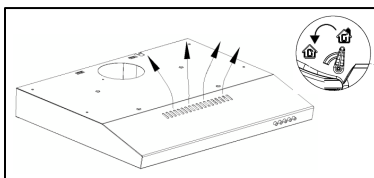

Fig. 6.1
- Untuk **mode resirkulasi**, pasang penutup outlet, geser saklar ke posisi seperti yang ditunjukkan.(Fig.6.1).